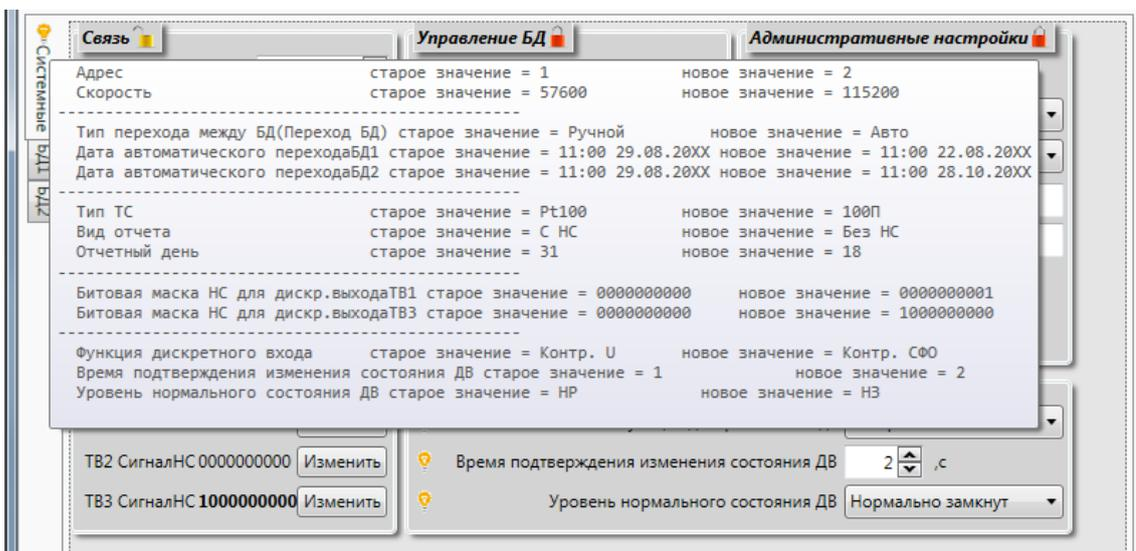

Рисунок 12 – Данные об изменениях, подсказка
- Навести указатель мыши на индикатор наличия изменений – откроется подсказка со списком сделанных изменений (Рисунок 12);